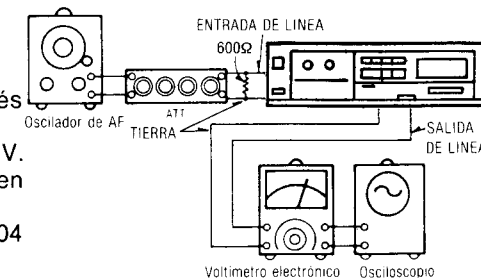

Fig. 15
1. La conexión del equipo de prueba se muestra en la Fig. 15.
8. Repetir desde el punto (2).
1. Comprobar la conexión del equipo que se muestra en la Fig. 15.